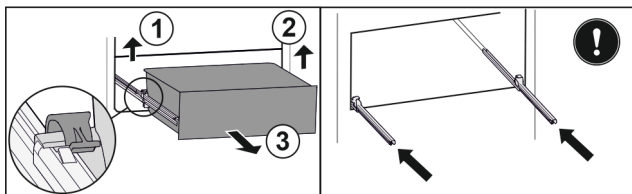

Fig. 219
- Soulever la bride gauche et tirer dans le même temps la partie gauche du tiroir vers l'avant. Fig. 219 (1)
- Soulever la bride droite et tirer dans le même temps la partie droite du tiroir vers l'avant. Fig. 219 (2)
- Retirer le tiroir par l'avant. Fig. 219 (3)